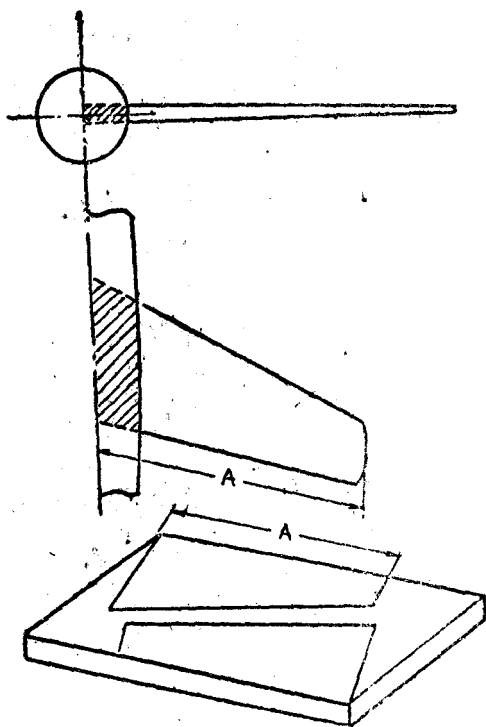

图 7
(1) 安机翼根部厚度准备好木板，将平面图中的机翼平面形状描到木板上再鋸下，注意每半个机翼的长度（尺寸A）要算到机身中心綫为止（见图7）。